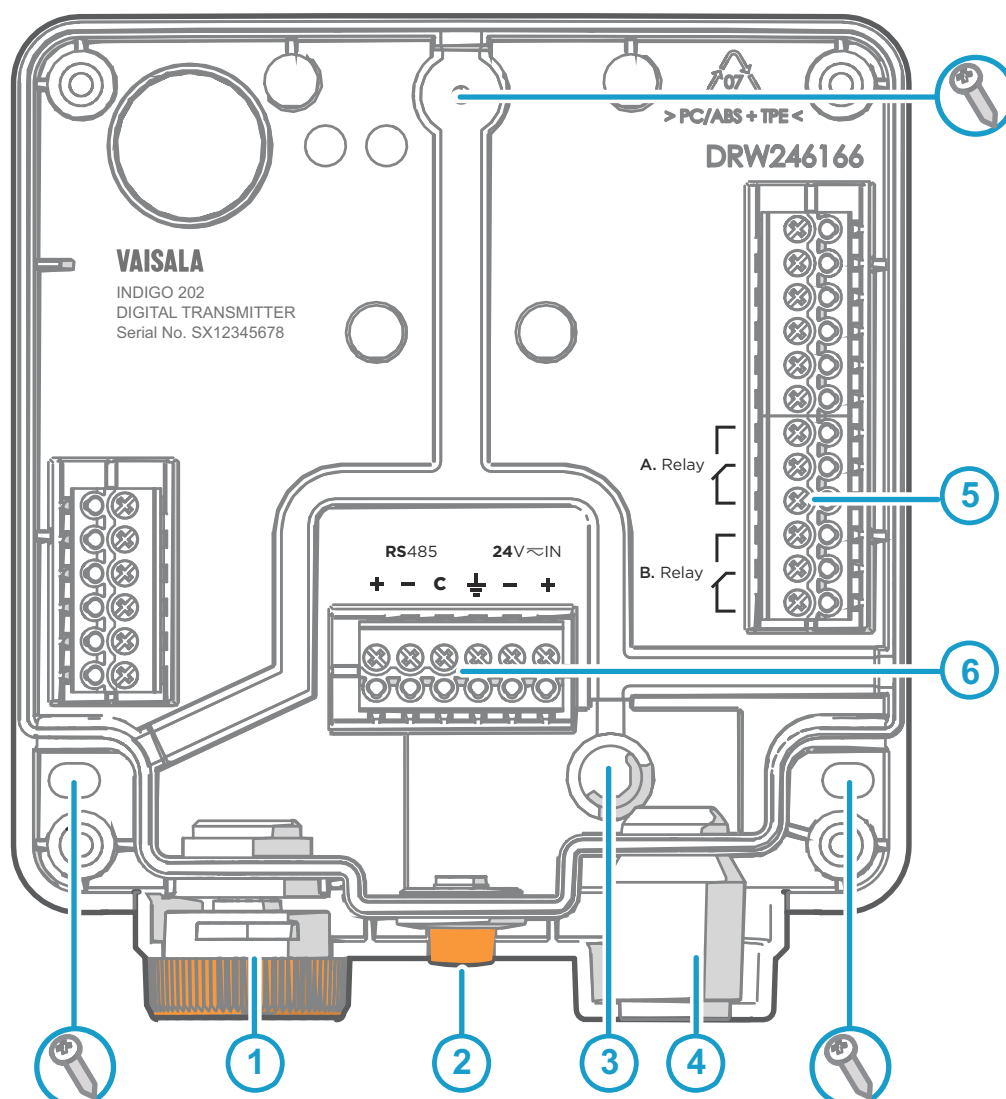

Figura 12 Piezas principales y posiciones de tornillos de la base del transmisor Indigo 202
- 4. Coloque la base del transmisor en la superficie de instalación y móntela con 3 tornillos. Consulte las posiciones del tornillo en Figura 12 \(página 20\).